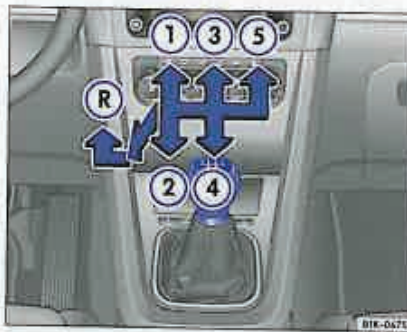
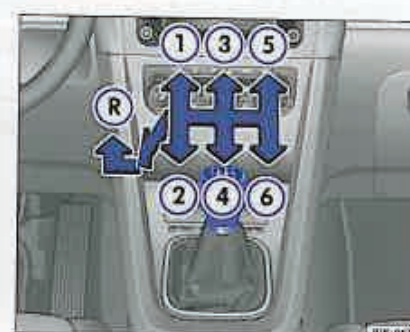

Fig. 2 Imagine din consola centrală: Schema de selectare a treptelor cutiei de viteze cu 5 trepte.
Fig. 3 Imagine din consola centrală: Schema de selectare a treptelor cutiei de viteze cu 6 trepte.
– Apăsați mânerul schimbătorului de viteze în jos și apoi împingeți-l spre stânga și în față, în poziția de marșarier ⇒ fig. 2 R sau ⇒ fig. 3 R, conform diagramei.